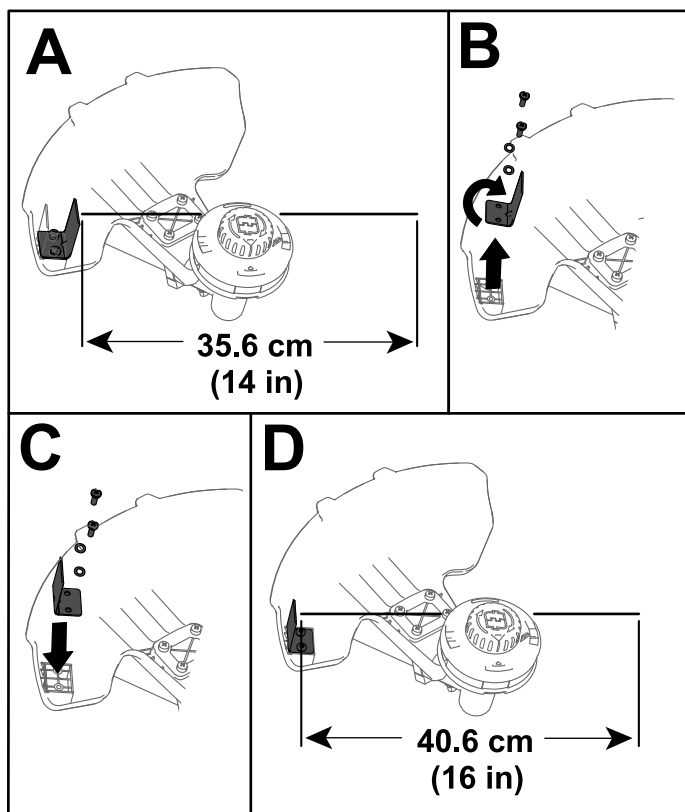

Figura 10
La desbrozadora viene de fábrica con una anchura de corte de 36.6 cm (14"), como se muestra en la **Figura 10, A**. Consulte las siguientes instrucciones para ajustar la anchura de corte a 40.6 cm (16"), como se muestra en la **Figura 10, D**.
1. Retire la pletina de anchura de corte de la parte inferior del protector retirando los 2 tornillos que la sujetan con la llave allen suministrada (**Figura 10, B**) y gire la pletina de anchura de corte 180°.
2. Instale la pletina de anchura de corte girada en el protector usando los 2 tornillos que retiró anteriormente (**Figura 10, C**).